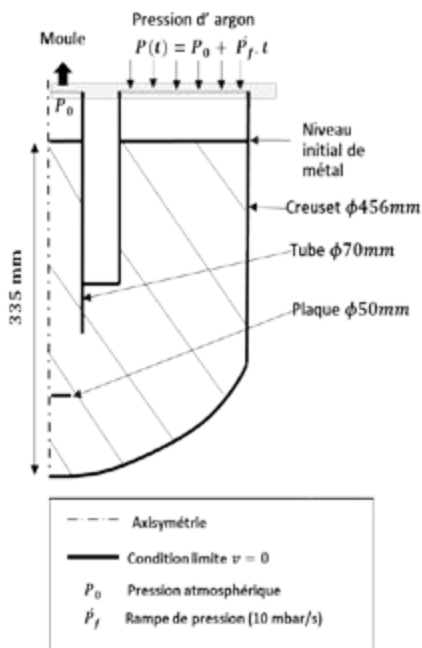

Figure 5 : Schéma de la géométrie 2D-axisymétrique du four BP et conditions limites utilisées dans la simulation Fluent.
77,3kg de lingots de RZ5 avec du Zirmax® et des Terres Rares (TR) du fournisseur Magnesium Elektron ont été fondus dans un creuset en acier. Les dimensions caractéristiques du four sont présentées Figure 5. La proportion de chaque type de lingot est choisie de façon à répondre aux standards industriels pour le RZ5 [1]. Le Tableau 1 résume les proportions des lingots utilisés et les concentrations massiques résultantes moyennes dans le creuset (les concentrations massiques sont notées %m dans la suite).
Afin de simuler le déplacement du métal Afin de simuler le déplacement du métal dans le creuset au cours du remplissage en BP, le logiciel ANSYS Fluent® est utilisé. La géométrie du cas d'étude est simplifiée par une géométrie 2D axisymétrique telle que représentée sur la **Figure 5**. Des éléments de 4 mm de côté sont utilisés pour mailler la géométrie.
Les conditions limites considérées sont représentées sur la **Figure 5**. Une condition limite de vitesse nulle est appliquée aux parois. Une condition limite de pression en haut du creuset simule la pression d'argon appliquée par la machine et la surface en haut du tube est considérée à pression atmosphérique. Afin de déterminer la zone de prélèvement de chaque litre de métal, environ 8000 par-